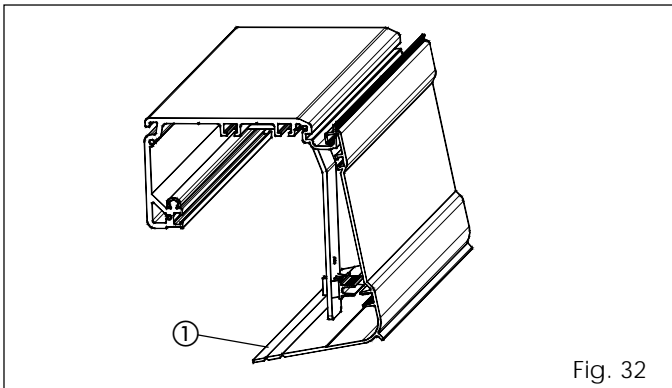

Fig. 32
- El cárter se bloquea en coincidencia con las bridas, por medio de los correspondientes enganches (fig. 32).
- Rompa el perfil del cárter inferior en exceso, utilizando para ello unas pinzas (fig. 32 ref. ①).